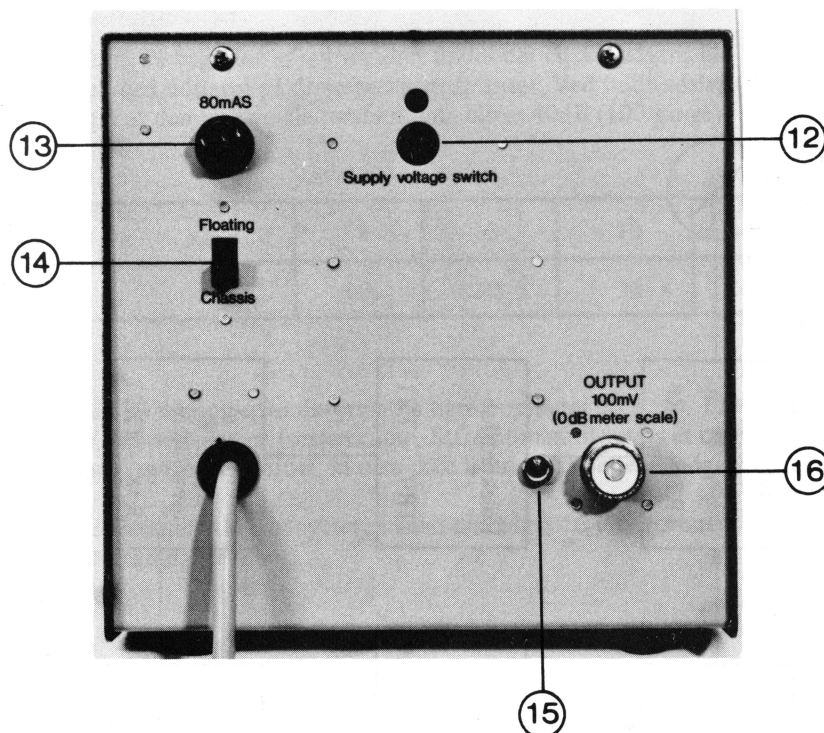

Fig. 2. Voltmeter RV9 set bagfra.
RV9 anvendt som forstærker. På bagsiden af voltmeteret findes der en AC-udgang (16), fig. 2., hvor udgangsspændingen er proportional med udslaget på drejespoleinstrumentet. Ved fuldt udslag (»0dB») er udgangsspændingen 100mV, hvorefter følger at den maksimale forstærkning bliver 40dB (100 gange).